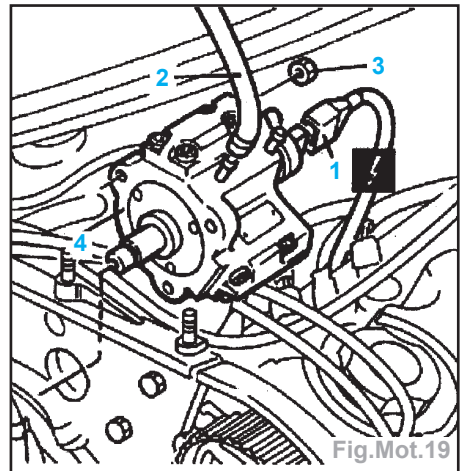

Fig.Mot.19
- Déposer les écrous de fixation et la pompe à haute pression (Fig.Mot.19).